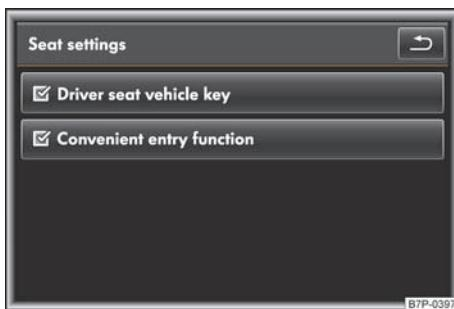

图 66 信息娱乐系统：带记忆功能的驾驶员座椅的座椅调节菜单
- 通过短促按压激活功能按钮 **驾驶员座椅汽车钥匙** 中的复选框  → **图 66**。
如果已经通过驾驶员车门上的记忆按钮激活了自动存储，则自动勾选功能按钮 **驾驶员座椅汽车钥匙** 中的复选框  → **图 66**。